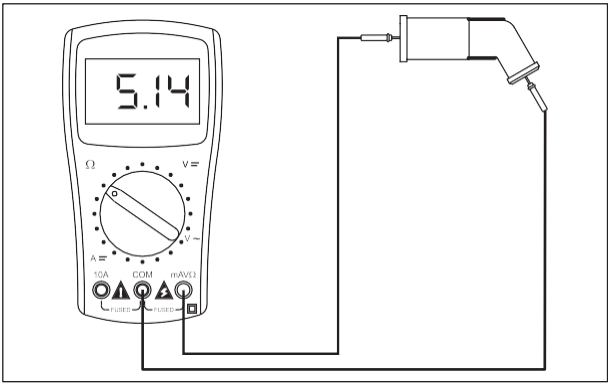

Fig. 5.17
- Conecte los cables '+vo' y '-vo' del multímetro al capuchón como se muestra en la figura. (Fig. 5.17).